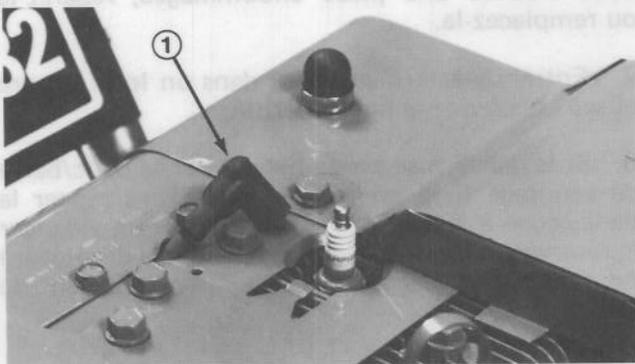

Figure 42
2. Débranchez le câble à haute tension de la bougie (Fig. 42) et enlevez la bougie de la culasse.
4. Raccordez le câble à haute tension à la bougie (Fig. 42).